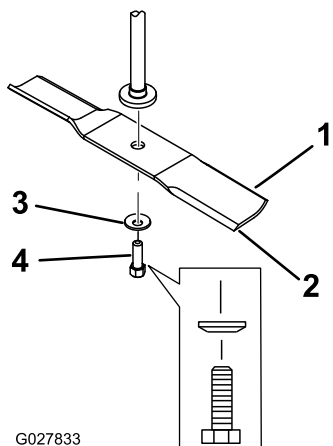

Figura 64
2. Retire a cavilha da lâmina, a anilha curva, e a lâmina do eixo (**Figura 64**).
- Instale lâmina no eixo (Figura 64).
- Instale a anilha curva (lado oval virado para a lâmina) e o parafuso da lâmina (Figura 64).